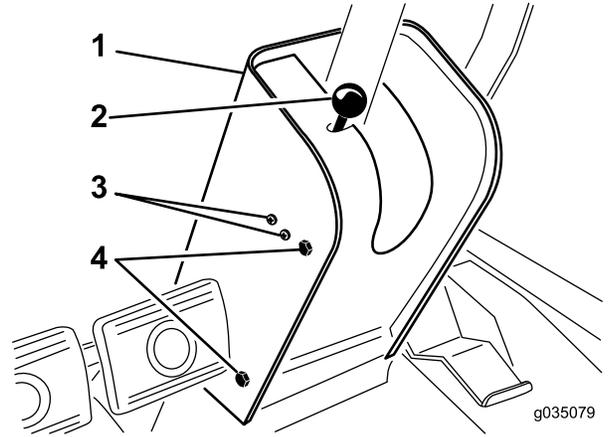

図 70
2. 駐車ブレーキロッドのノブを外し、次にハンドルタワーのカバーを止めているねじを外す 図 70。
4. 駐車ブレーキスイッチを固定しているねじとナットタワーの左側をゆるめる 図 70。